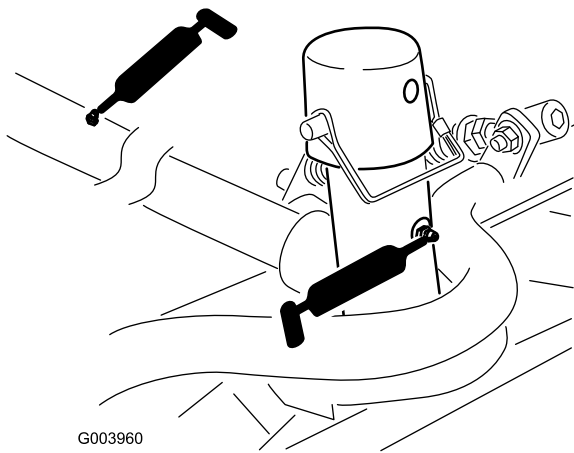

Bild 63
- Schneideinheitträgerahmen und Drehzapfen (2 Stück) (Bild 63)